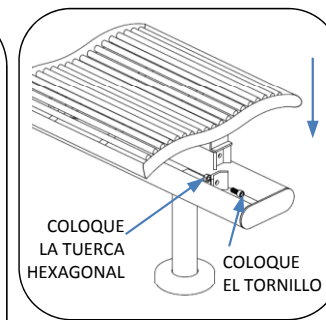

Fig. 3 – Instalación del asiento
2. Con el equipo proporcionado, coloque el tornillo a través de los adaptadores e instale la tuerca hexagonal en de la ménsula. Ver Fig. 3. Haga lo mismo en el otro lado.